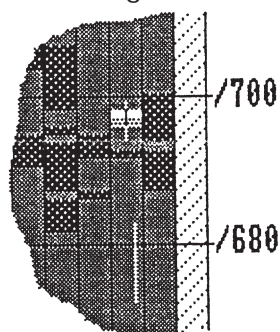

Figure 61. Double saut élevé et vitesse en dehors des limites acceptées.
- Une ligne au milieu : double saut élevé, voir figure 61.
- Une ligne à droite : la vitesse est en dehors des limites acceptées, voir figure 61.